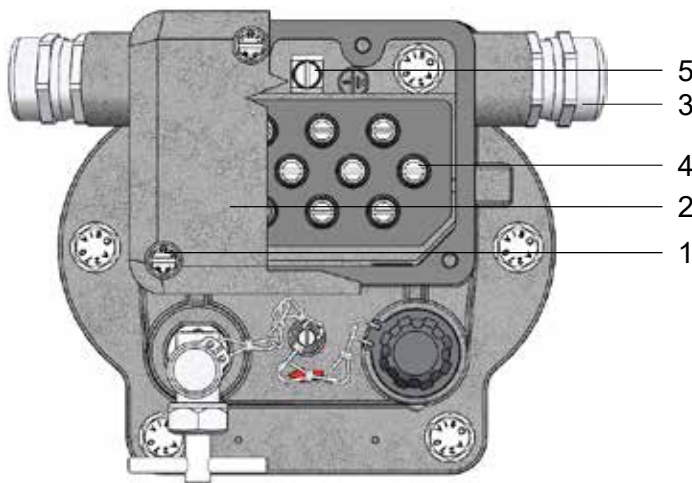

Figure 5 – Branchement électrique avec plus de 8 bornes à tige
- Desserrer les 4 vis M5 (fig. 5/ no. 1)
- Retirer le couvercle (fig. 5/ no. 2)
- Introduire le câble par le passe-câble à vis (fig. 5/ no. 3)
- Raccorder le câble aux bornes à tige (fig. 5/ no. 4) (couple de serrage maximal 1,5 Nm)
Raccorder le conducteur de protection (isolement vert-jaune) à la borne de mise à terre (fig. 5/ no. 5) (couple de serrage maximal 3 Nm)